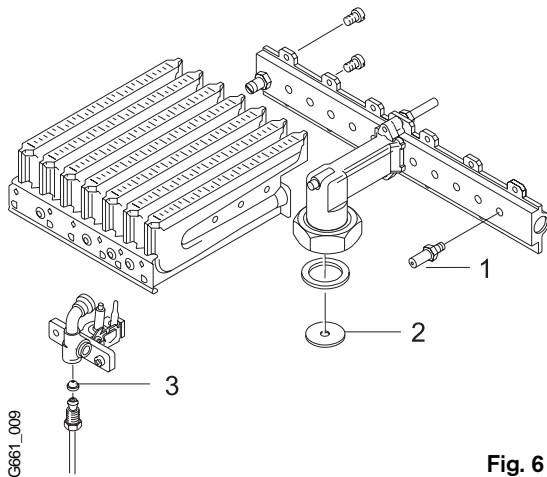

Fig. 6
2. Desmontar el quemador (fig. 6).
Desenroscar los grupos izquierdo y derecho del quemador y cambiar las boquillas inyectoras (fig. 6, pos. 1).
3. Cambiar la boquilla del quemador piloto (fig. 6, pos. 3).